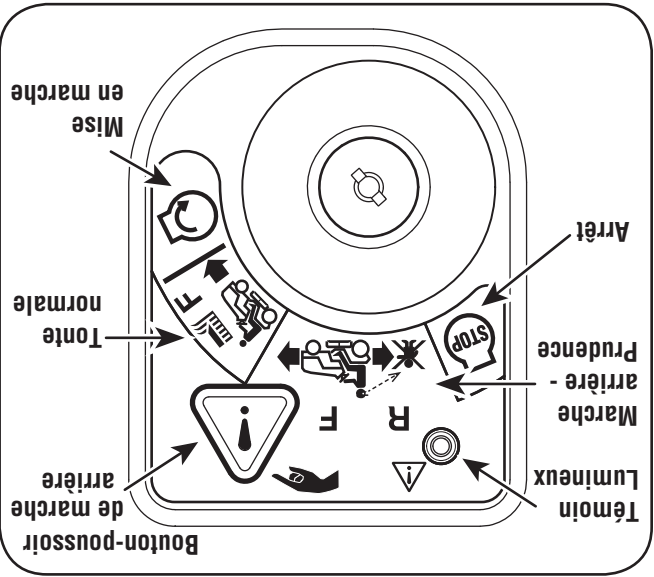

Figure 5-2
2. Déplacez la clé de la position « NORMAL MOWING » (Verte) (Tonte normale) à la position « REVERSE CAUTION MODE » (Jaune) (Marche arrière – Prudence). Voir la Figure 5-2.
3. Appuyez sur le BOUTON-POUSSOIR DE MARCHÉ ARRIÈRE (Bouton triangulaire orange) dans le coin supérieur droit du module d'allumage. Le témoin lumineux rouge dans le coin supérieur gauche s'allume quand la marche arrière est embrayée. Voir la Figure 5-2.
2. Pour vous déplacer en MARCHE AVANT appuyez doucement sur la pédale de marche avant jusqu'à ce que vous atteigniez la vitesse désirée. Voir Figure 5-2.
3. Pour vous déplacer en MARCHE ARRIÈRE, appuyez doucement sur la pédale de marche arrière jusqu'à ce que vous atteigniez la vitesse désirée. Voir Figure 5-2.